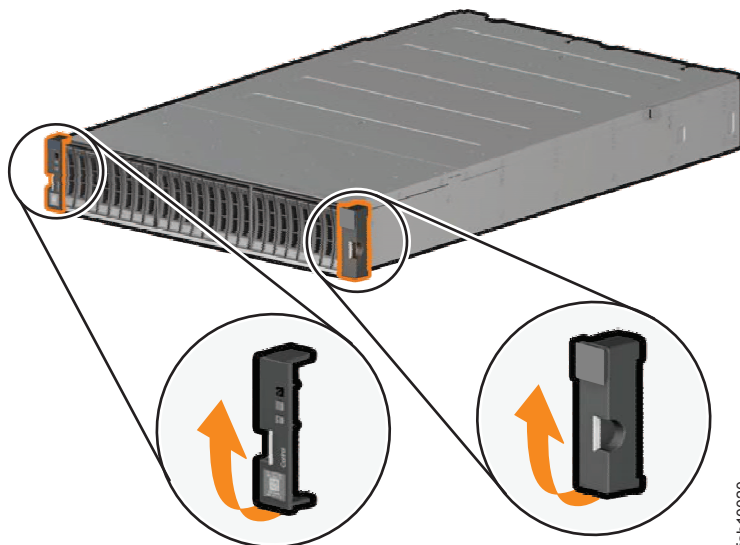

Abbildung 40. Gehäuseabschlusskappen entfernen
1. Entfernen Sie auf beiden Seiten der Laufwerkbaugruppe die Abschlusskappen des Gehäuses, indem Sie den Griff fassen und das untere Ende der Abschlusskappe abziehen und anschließend die Lasche auf der Oberseite des Gehäuses lösen. (Siehe Abb. 40.)